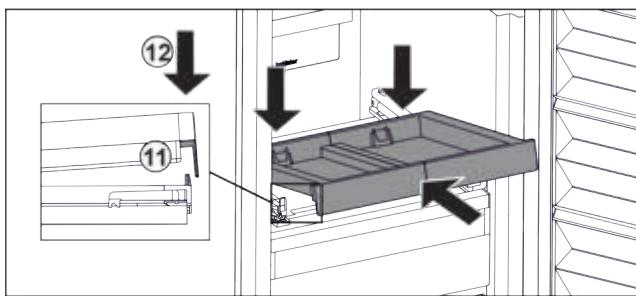

Fig. 84
- Вставити навколо. Звертайте увагу, щоб з обох боків упор був за накладкою. Fig. 84 (11)
- Витяжну панель опустити спереду. Fig. 84 (12)